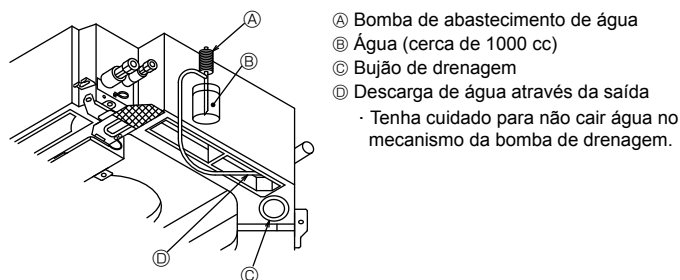

Fig. 6-2
6.3. Verificação da drenagem (fig. 6-2)